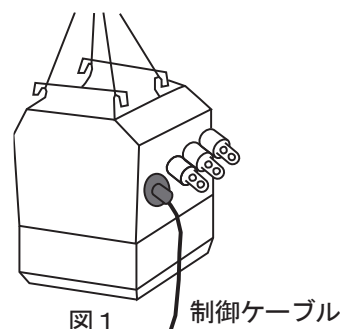

図1
- ①吊り上げは、制御ケーブルの結束紐を解いてから行ってください。（図1）
- ②吊り上げるときはケースやブッシングをいためないよう注意してください。
- ③もし、ケースに傷をつけられた場合は錆発生の原因になりますので、必ず修正塗装を施してください。